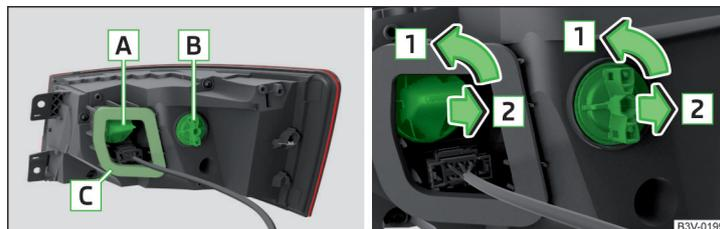

Fig. 276 Remplacer l'éclairage arrière / l'ampoule
- Veiller à ce que le joint **C** » fig. 276 à la page 257 soit installé correctement lors du remontage. Si vous ne remettez pas le cache correctement en place, de l'eau pourrait pénétrer dans la boîte à fusibles – risque d'endommagement du véhicule !
- Tourner la douille avec l'ampoule **A** ou **B** » fig. 276 dans le sens de la flèche **1**.